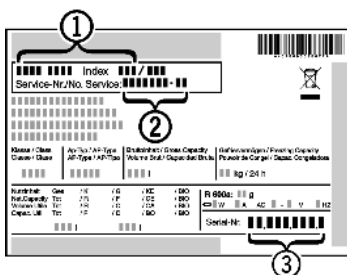

Fig. 10
- ▶ A készülék megnevezését *Fig. 10 (1)*, a szerviz- *Fig. 10 (2)* és sorozatszámot *Fig. 10 (3)* a típusabláról olvassa le. A típusábla a készülék belsejében baloldalon található.
- ▶ Értessze a vevőszolgálatot a hibáról, és adja meg nekik a készülék megnevezését *Fig. 10 (1)*, a szerviz- *Fig. 10 (2)* és a sorozatszámot *Fig. 10 (3)*.